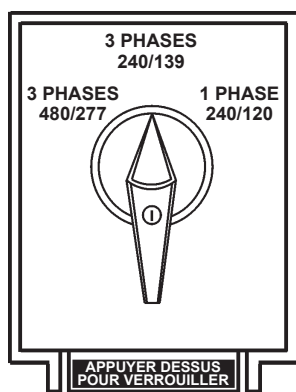

Figure 14. Commutateur de sélection de tension
Une large gamme de tensions sont disponibles pour fournir une tension d'alimentation pour une variété d'applications. Les tensions sont sélectionnées en utilisant le **commutateur de sélection de tension** (Figure 14). Pour obtenir certaines des tensions qui sont énumérées dans le Tableau 7 (voir ci-dessous), un réglage fin est nécessaire utilisant le **bouton de commande du régulateur de tension** (VR) situé sur le panneau de contrôle.
Le commutateur de sélection de tension (Figure 14) est situé au-dessus du panneau de connexion fixe du panneau de bornes de sortie. Il a été prévu pour faciliter la sélection de la tension.